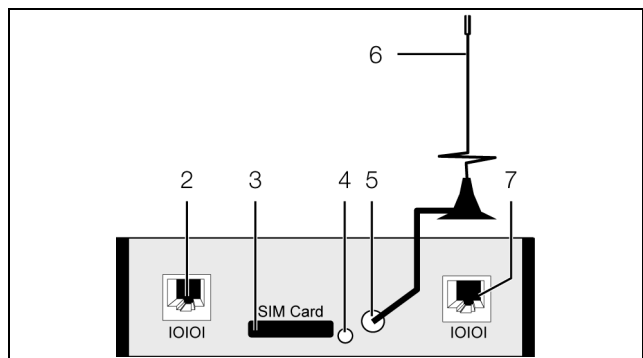

Abb. 9: Rückseite der GSM-Unit
- Drücken Sie den Taster zum Auswerfen der SIM-Karte (Abb. 9, Pos. 4). Die SIM-Kartenhalterung wird aus dem Einschub ausgeworfen (Abb. 9, Pos. 3).
- Schrauben Sie die Antenne am entsprechenden Anschluss hinten an der GSM-Unit auf (Abb. 9, Pos. 5).
- Verbinden Sie die GSM-Unit über ein RJ 12-Verbindungskabel mit der CMC III Processing Unit (Abb. 9, Pos. 2 oder Pos. 7).